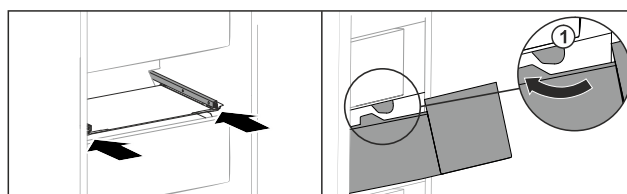

Fig. 159
- Ved'te zásuvku podél zarážek Fig. 159 (1).